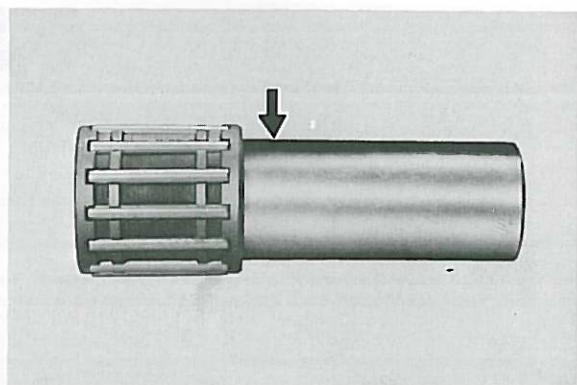

Fig. 3-3-5
1. Check the pin for signs of wear. If any wear is evident, replace pin and bearing. (Fig. 3-3-5)
1. Vérifier si l'axe de piston ne présente pas de signes d'usure. En cas d'usure évidente, remplacer l'axe et le roulement de pied de bielle. (Fig. 3-3-5)
1. Kolbenbolzen auf Anzeichen von Verschleiß prüfen. Wenn solche festgestellt werden, Kolbenbolzen und Lager auswechseln. (Fig. 3-3-5)